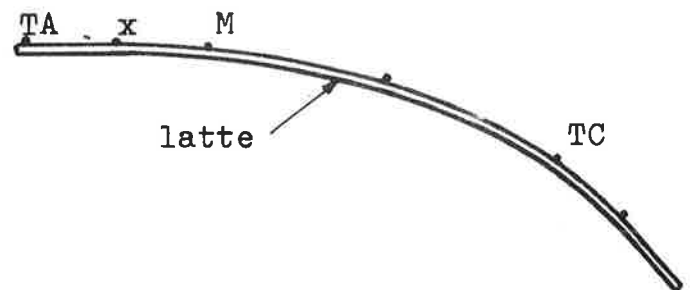

Fig.6
b) si vous utilisez des rayons différents, il vous suffit de repérer sur votre table de roulement les points TA, X, M et TC (voir table) et d'y clouer des petits clous qui serviront au maintien de la latte de traçage. Celle-ci sera obtenue au départ d'une latte de bois ou de plastique de 2 à 3 mm d'épaisseur (exemple 2 x 20) placée sur champ et courbée manuellement. (fig. 6)